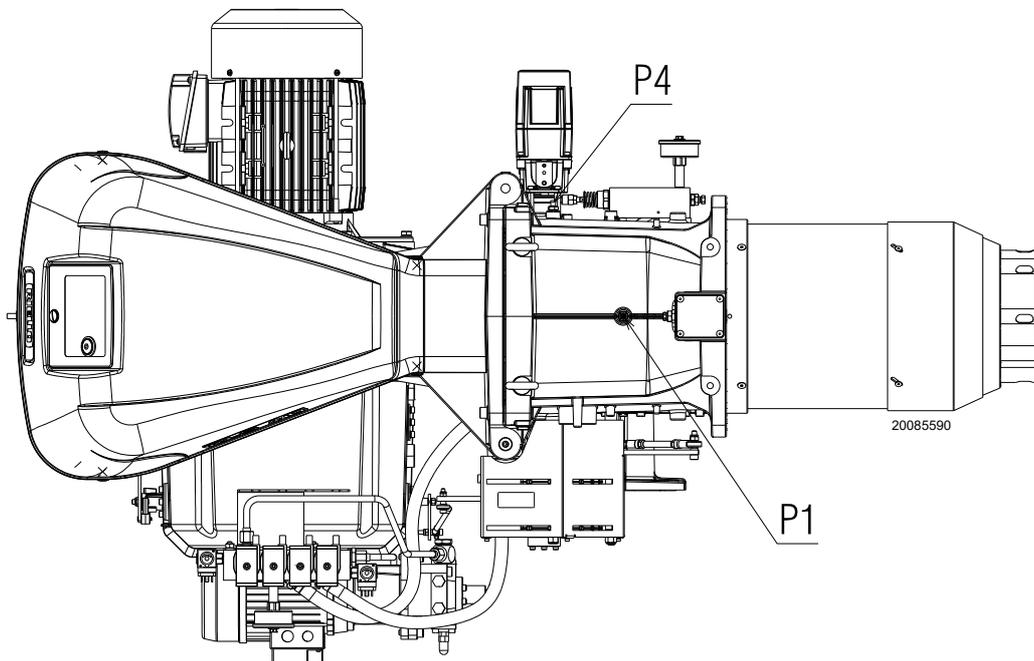

Fig. 28
Presión del gas medida en el conector hembra P1)(Fig. 28), con:
- sustraer de la presión del gas en el conector hembra P1)(Fig. 28) la presión en la cámara de combustión.
Presión del gas en el conector hembra P1)(Fig. 28) = 29,4 mbar
En cambio para conocer la presión del gas que se necesita en el conector hembra P1)(Fig. 28), una vez fijada la potencia MÁX a la cual se desea que funcione el quemador:
- Leer a la derecha, columna 1, la presión en el conector hembra P1)(Fig. 28).
presión necesaria en el conector hembra P1)(Fig. 28).